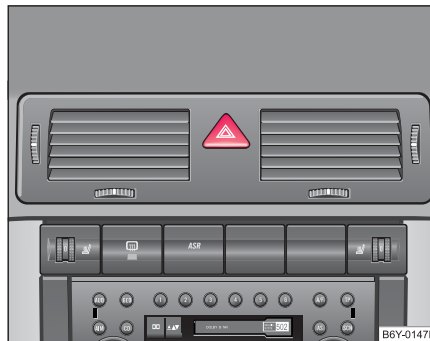

Fig. 32 Tableau de bord: Contacteur pour feux de détresse
- Appuyez sur le contacteur  ⇒ fig. 32 afin d'allumer et d'éteindre les feux de détresse.